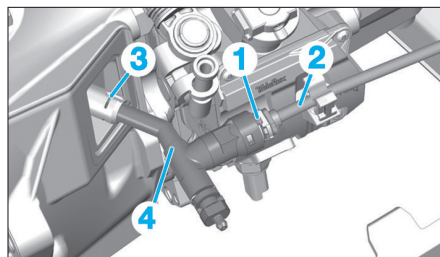

Fig. 13
- Dégrafer l'agrafe (1) sans la déposer (Fig.13).
- Désaccoupler le tuyau (2).
- l'agrafe (3),
- le raccord de purge (4),